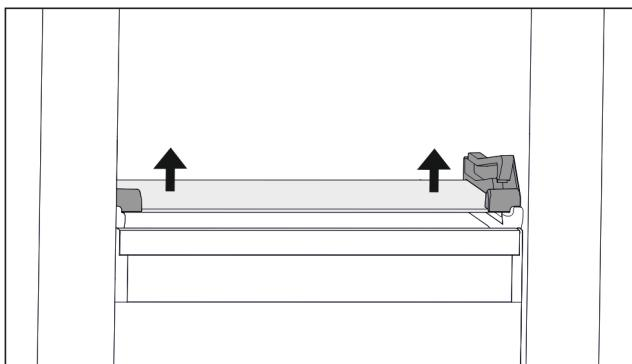

Fig. 66 Скляна пластина відкидного висувного ящика
- Скляну пластину натиснути з обох боків знизу вгору. (див. Fig. 66)